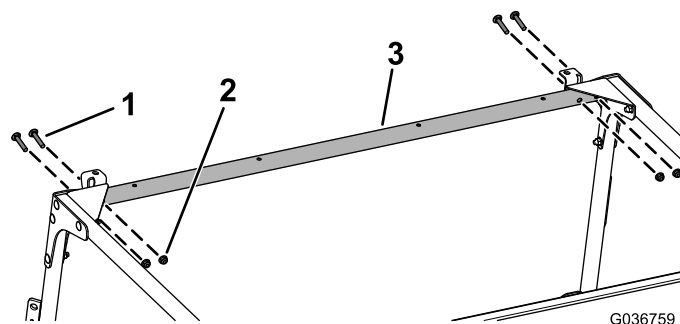

Figura 11
10. Montate, senza serrarlo, il collegamento trasversale anteriore alle piastre anteriori e ai rinforzi degli angoli utilizzando 4 bulloni a testa tonda (5/16" x 1 3/4") e 4 dadi flangiati (5/16") come illustrato nella Figura 11.